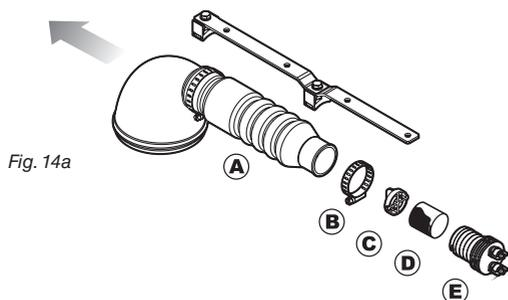

Fig. 14a
- Allentate la fascetta (B) e togliete il diffusore (A). **Solo per generatori orizzontali (Fig. 14a): allentare completamente le fascette e sfilare il diffusore nel senso indicato dalla freccia.**
- Lavate con acqua il diffusore (A).
- Smontate la griglia (C) ruotandola in senso antiorario.
- Sfilate la spugna (D) dal generatore (E).
Per assicurare la formazione densa e durevole di schiuma, sostituite annualmente le spugnette cod. 520000.160 (D, Fig. 14a + 14b).